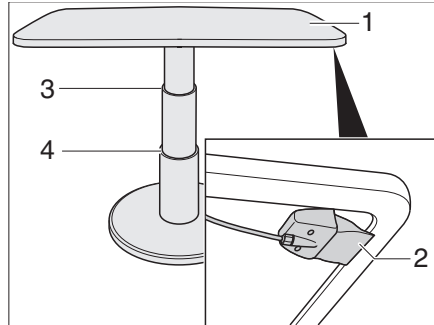

Fig. 59 Tavolo di sollevamento della dinette a U
- Tirare la leva di serraggio (Fig. 59,2) verso l'alto e tenerla sollevata.
- Spingere al centro il piano del tavolo (Fig. 59,1) verso il basso fino all'arresto desiderato (Fig. 59,3 o 4).